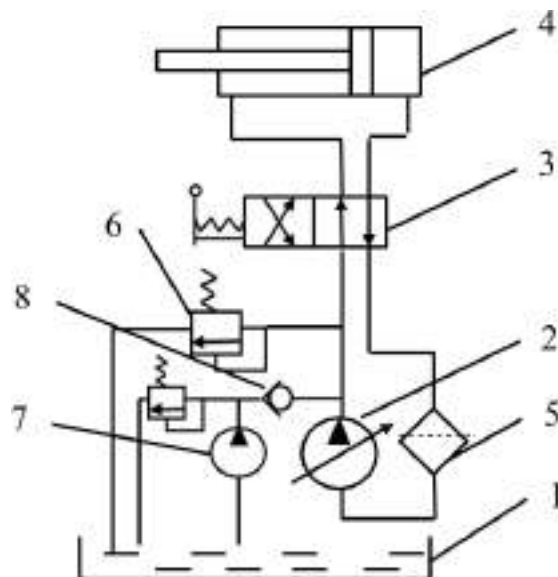

Рис. 1.6. Схема гидропривода с замкнутой системой циркуляции:
– гидропривод с замкнутой схемой циркуляции (рис. 1.6), в котором рабочая жидкость от гидродвигателя возвращается во всасывающую гидрролинию насоса. Гидропривод с замкнутой циркуляцией рабочей жидкости компактен, имеет небольшую массу и допускает большую частоту